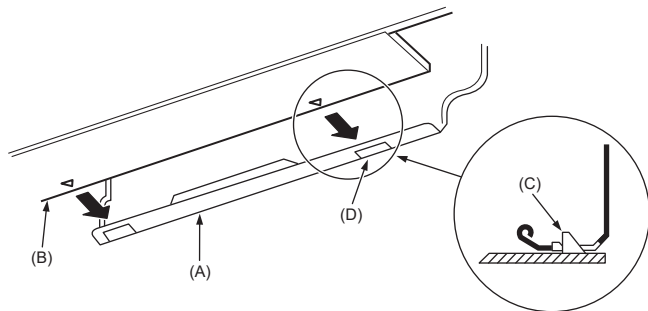

Fig. 3-15
3. Mens du setter kjølemiddelrør og avløpsslange i gjennomløpshullet i veggen (gjennomløpshylsen), henger du toppen av innendørsenheten på festebordet (1).
5. Fest ved å skyve den nederste delen av innendørsenheten på festebord (1). (Fig. 3-15)
- * Sjekk at knottene under innendørsenheten er riktig heftet inn i festebordet (1).
- (A) Festebord (1)
- (B) Innendørsenhet
- (C) Krok
- (D) Firkantet hull